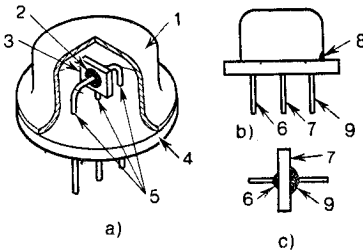

Fig. 6 Transistor
6. Dressez le plan général des textes principaux des leçons 16, 17 et 35. En utilisant le plan et la fig. 6, exposez le sujet « Transistor ».